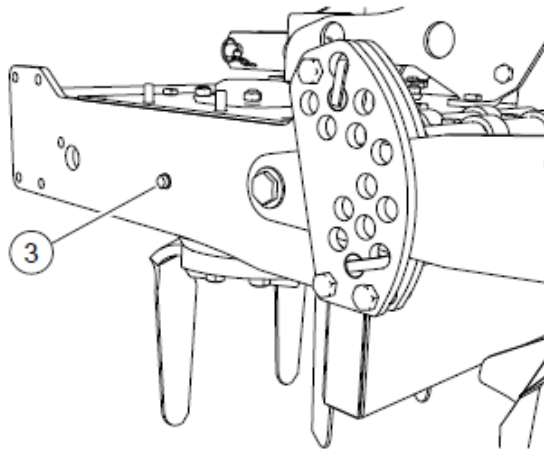

FIG. 29
- Mettre un récipient sous le bouchon de vidange huile (3, "Fig. 29").